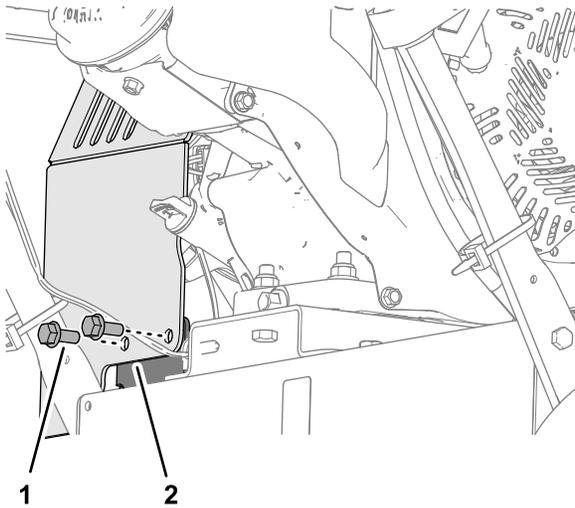

Bild 3
1. Entfernen Sie hinten an der Maschine die 2 Bundkopfschrauben, mit welchen der Riemenschutz an der Halterung befestigt ist (Bild 3).